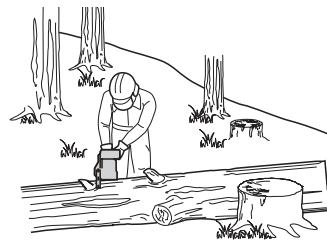

Fig. 33
- > Lorsque vous débitez un tronc sur un terrain en pente, placez-vous toujours en amont du tronc (Fig. 33). Lorsque vous coupez toute la largeur d'un tronc en une seule fois, relâchez la pression à la fin de la coupe, mais sans desserrer les poignées, afin de garder le contrôle de l'appareil pendant toute l'opération. Faites attention à ce que la scie ne touche jamais le sol. À la fin de la coupe, attendez l'arrêt complet de la chaîne avant de bouger l'appareil. Coupez toujours le moteur avant de passer d'un arbre à un autre.